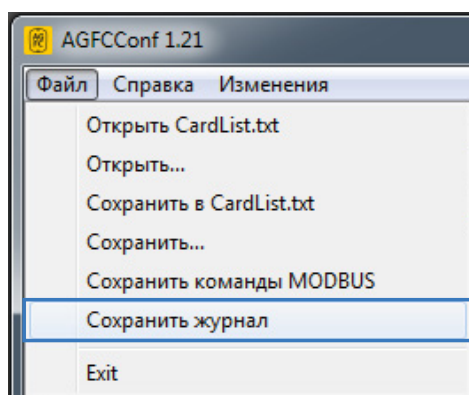

Рис.21. Сохранение журнала в файл LogList.txt.
- в программе перейти на вкладку «Обновление прошивки» и нажать кнопку «Найти прошивку» (Рис.21). После этого пользователю будет предложено выбрать нужный файл прошивки. Файл прошивки должен иметь формат .erav.